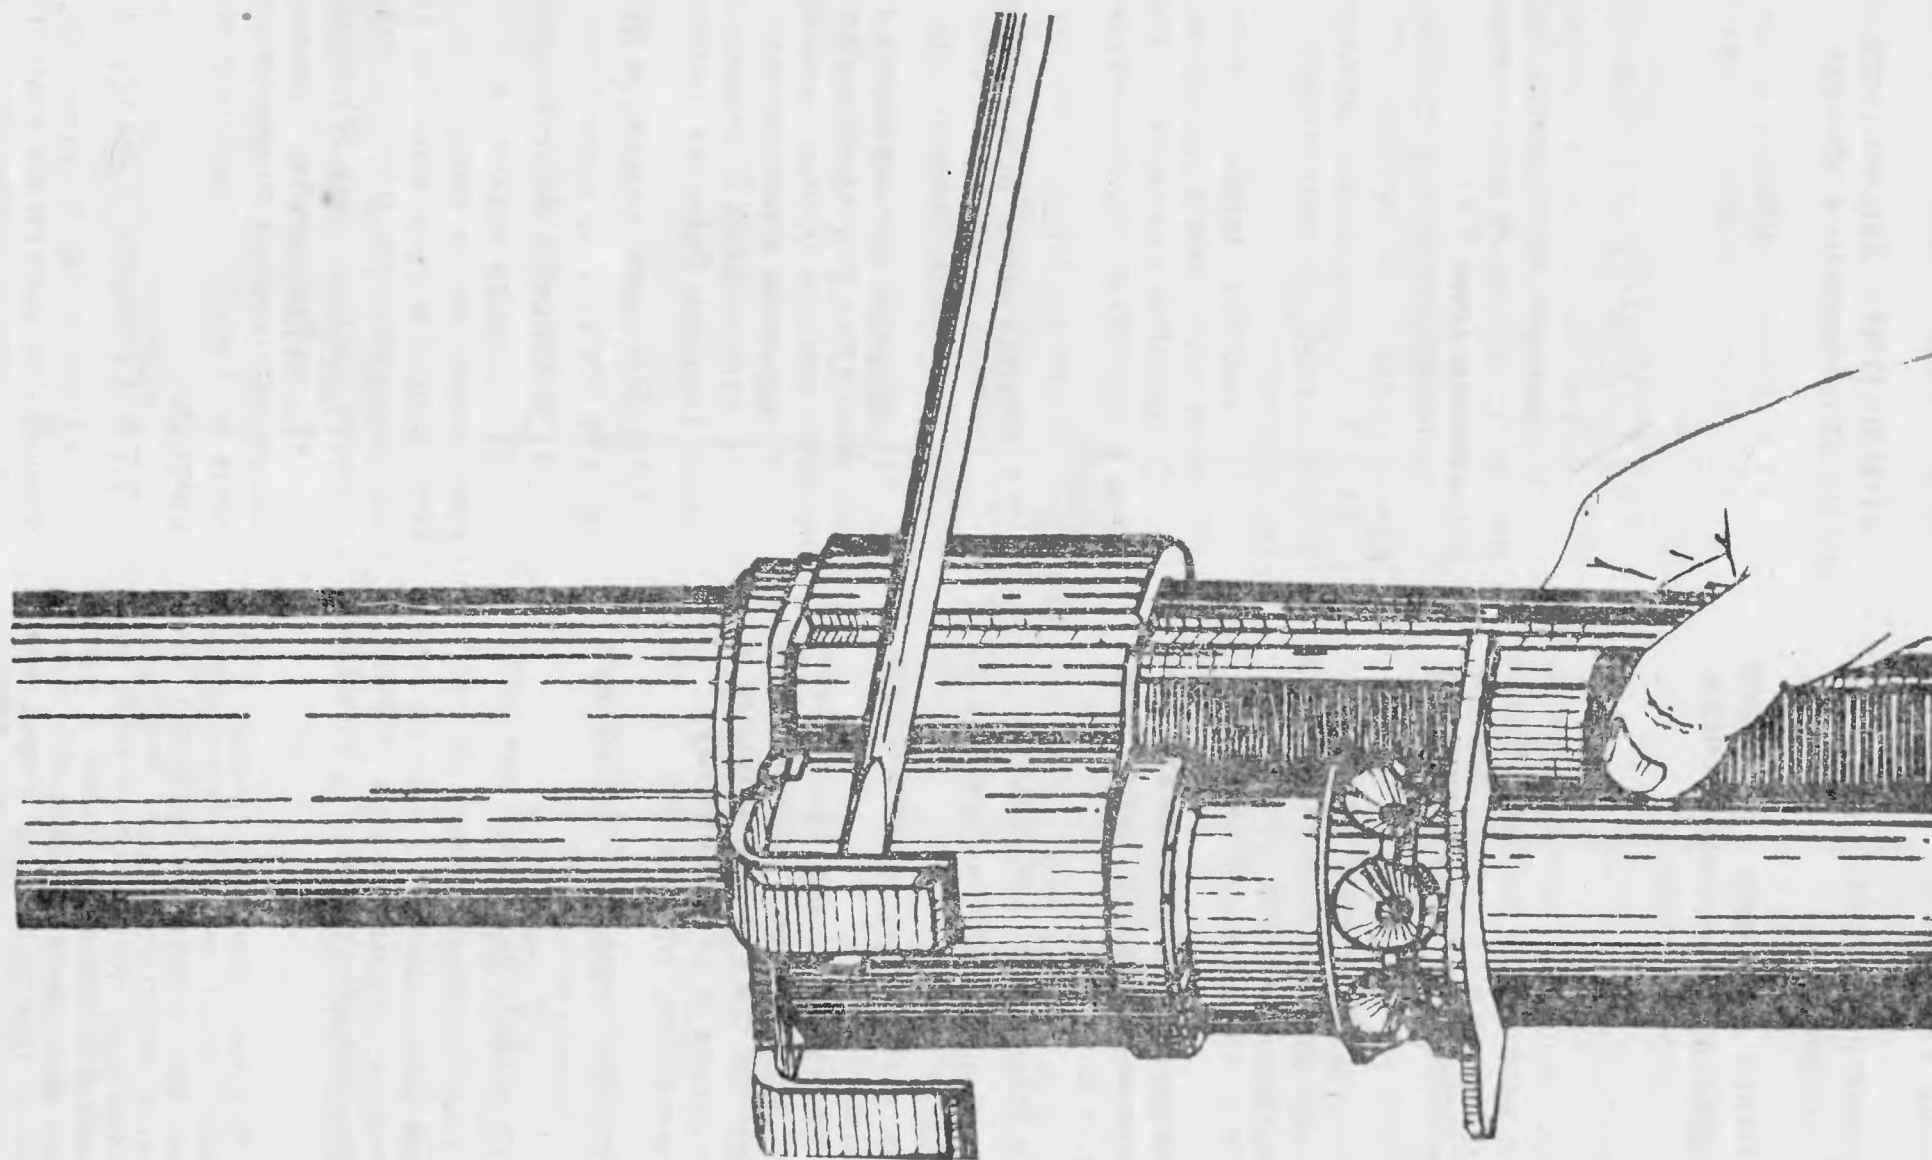

Рис. 7.1
2) отделите пластину, вставив между обоймой и отогнутой частью пластины отвертку (рис. 7.1);